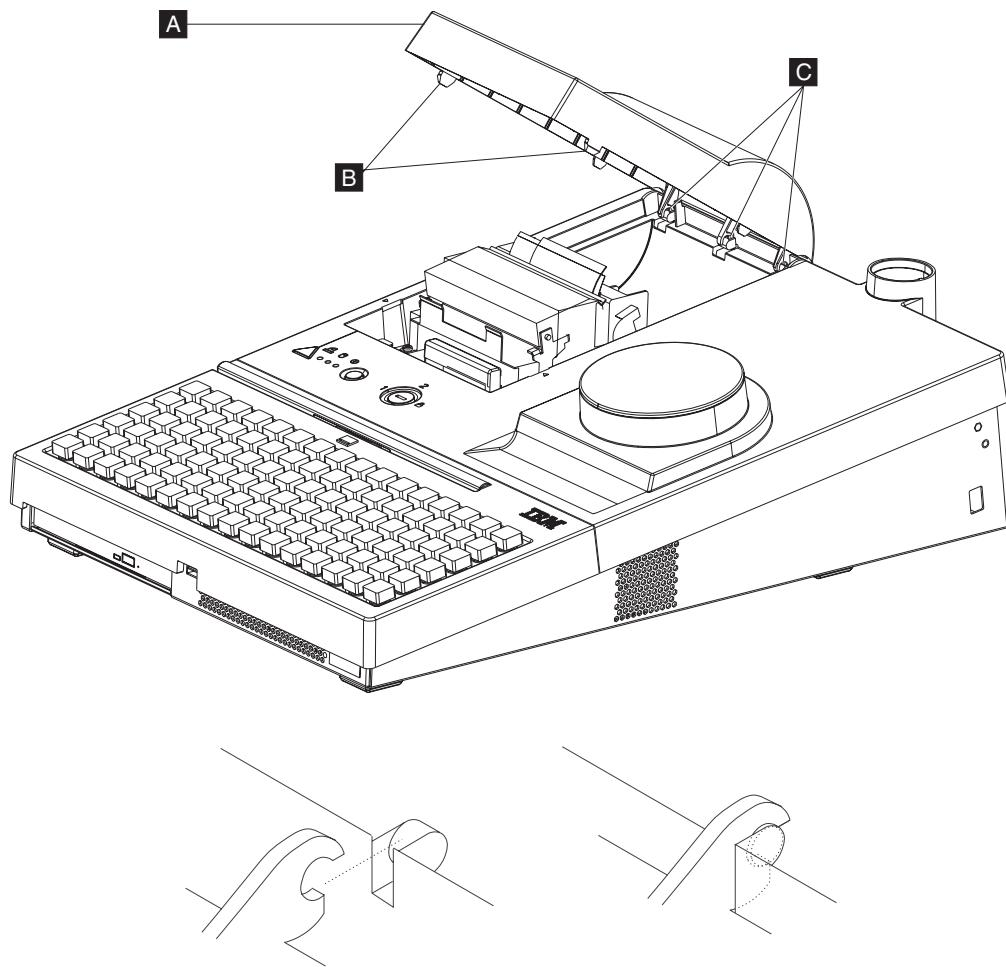

图 15. 卸下打印机外盖（带有后端铰链连接的详细视图）。
2. 请参阅第 26 页的图 15, 并在打印机外盖 **A** 前端两侧任一侧所指示卡销位置 **B** 向里按。